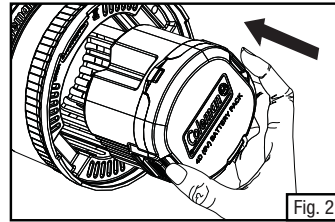

Fig. 2
- With product off, properly align battery pack with female cavity of product. Then press into product until the battery pack properly "locks" into position. (Fig. 2)
- L'appareil étant éteint, faites correspondre le bloc-piles avec la cavité femelle de l'appareil. Enfoncez le bloc-piles dans la cavité jusqu'à ce qu'il se «verrouille» convenablement dans la position prévue. (Fig. 2)